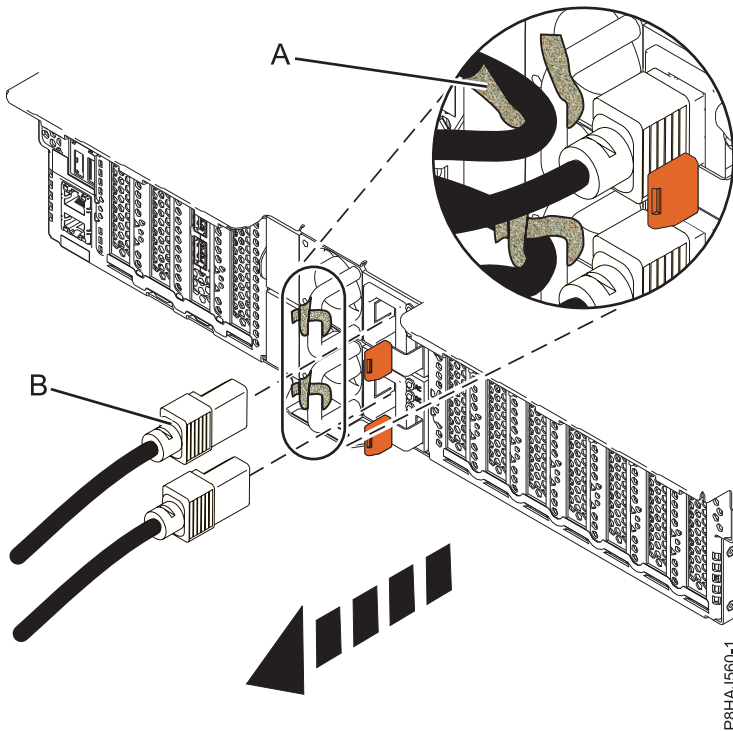
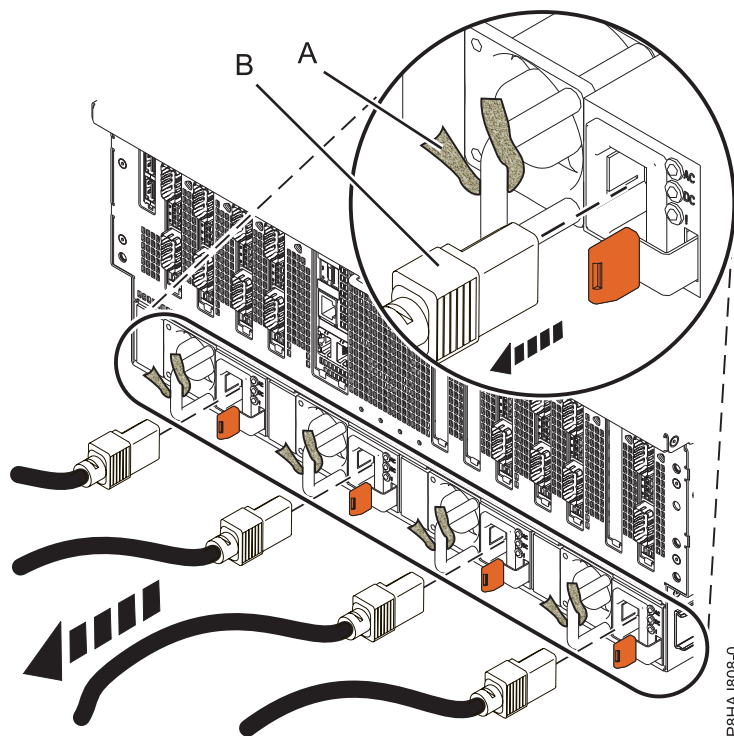

Figure 38. Retrait des cordons d'alimentation d'un système 5148-21L, 5148-22L, 8247-21L, 8247-22L, 8284-21A ou 8284-22A
Figure 39. Retrait des cordons d'alimentation d'un système 8408-44E ou 8408-E8E
3. Débranchez les cordons d'alimentation (**B**) de l'unité centrale. Voir les figures figure 37, à la page 52, figure 38, à la page 52 ou figure 39, à la page 53 selon le type de votre système.